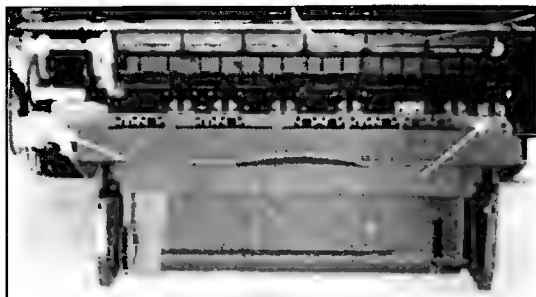

Рис. 4.35
10. Снимают узел транспорта бумаги. Для этого вначале снимают приемную планку, открутив три винта (рис. 4.35), а затем —